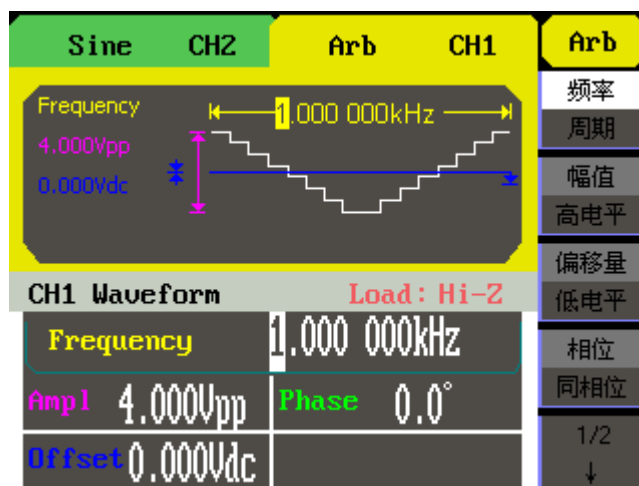

图 1-11 任意波默认设置界面
- 使用 Arb 按键，波形图标变为任意波信号，并在状态区左侧出现 Arb 字样。可输出 1  $\mu$  Hz 到 5MHz、波形长度为 16Kpts 的任意波形。设置频率/周期、幅值/高电平、偏移量/低电平、相位，可以得到不同参数的任意波。如图 1-11 所示，为任意波的默认设置。